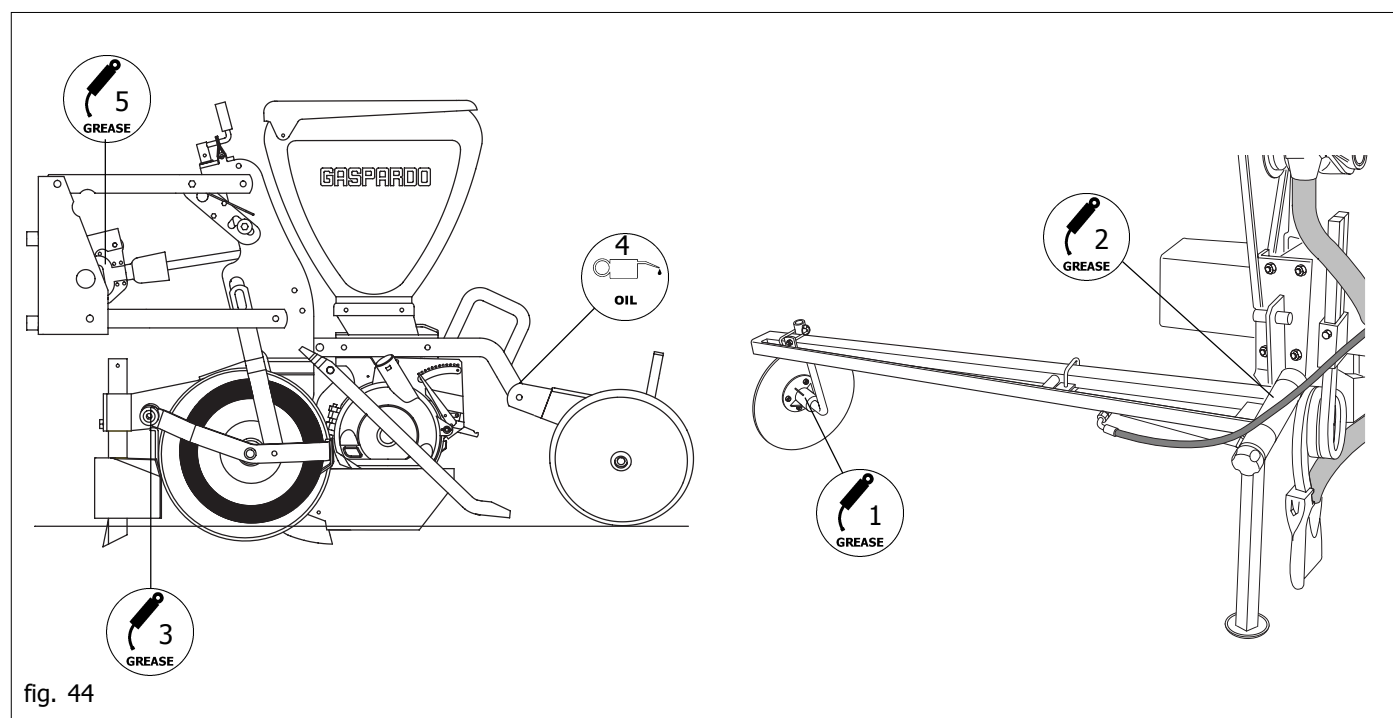

fig. 44
- Ingrassare il perno dei dischi segnafile (1 Fig. 44).
- Ingrassare il perno delle ruote controllo profondità di semina (3 Fig.44).
- Ingrassare il perno del braccio segnafile (2 Fig. 44).
- Oliare la vite dei regolatori di altezza e delle ruote posteriori inclinate (4 Fig. 44).
- Ingrassare la coppia conica degli alberi cardanici (5 Fig. 44).